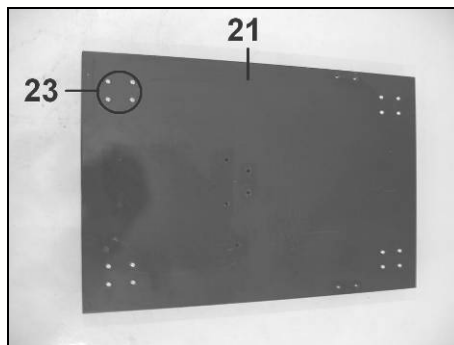

Fig 9
- Placez les roulettes (22) sous le plateau et fixez-les avec pour chacune 4 ensembles vis cruciforme/rondelle/écrou (23): insérez les vis par le dessus du plateau (Fig 9), puis les rondelles et les écrous par le dessous.
- Serrez bien les vis et les écrous (23), puis retournez le plateau.